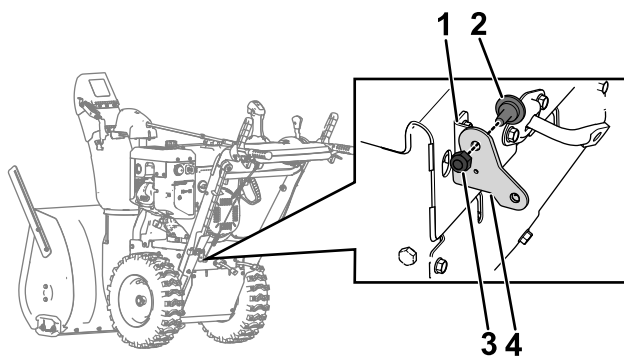

Figur 5
6. På bagsiden af maskinen skal du koble traktionskablet fra traktionskablets beslag (Figur 5).